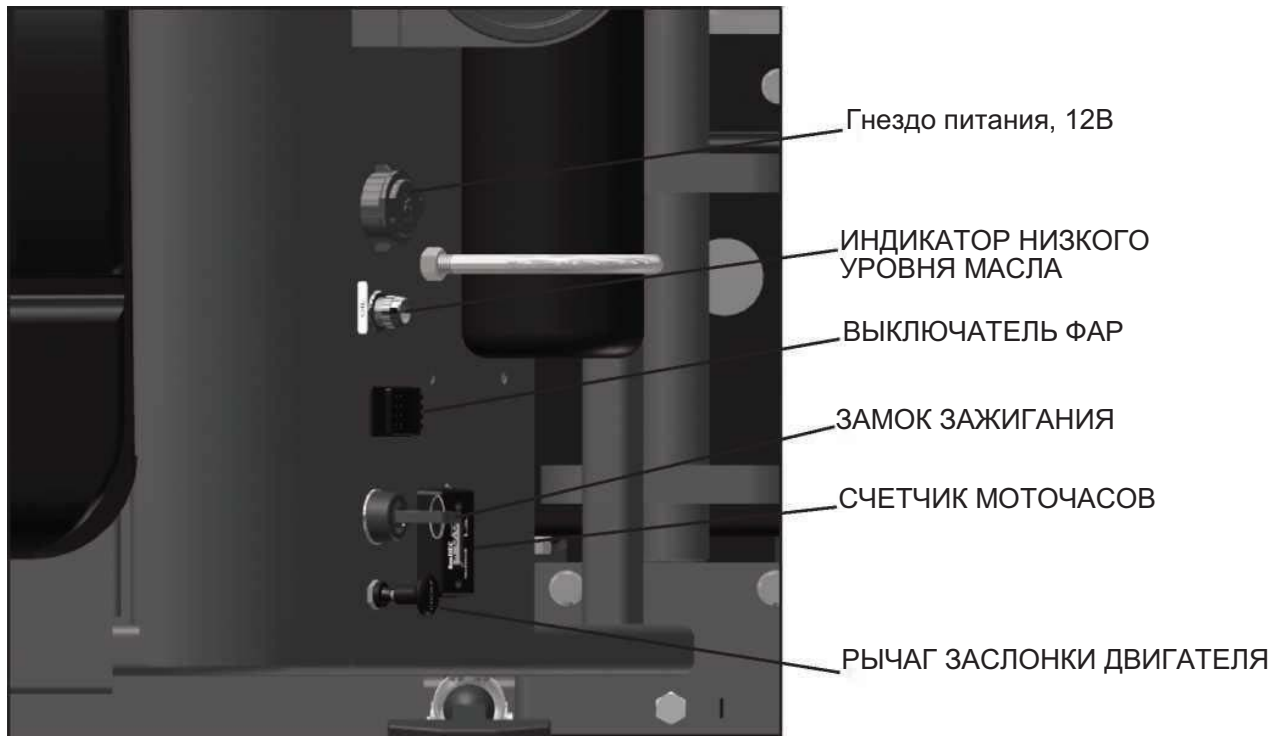

РИСУНОК 2.2.1
- 2) Если двигатель не прогреет, следует вытянуть рычаг заслонки, который расположен в зоне управления (см. рис. 2.2.1). Нажать один - два раза на педаль газа (управляется правой ногой).